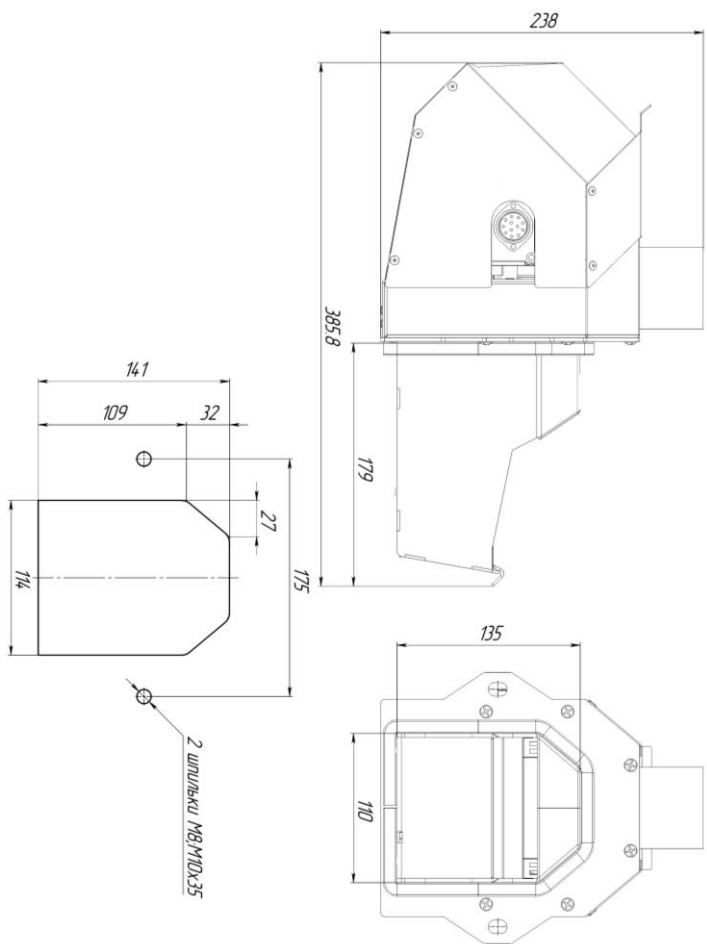

Рис.3 Габаритные и присоединительные размеры пеллетной горелки KVIГ Woodу 15 кВт.
- 2) Согласно схеме на Рис.3 выполнить монтажные отверстия в штатной дверце котла, если в комплекте поставки не предусмотрена дополнительная дверца горелки.